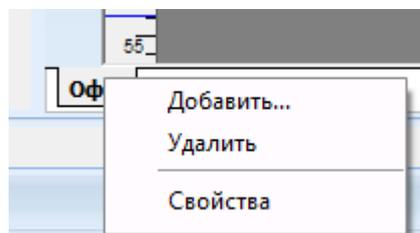

Рисунок 6.3 – Панель переключения между планами помещений
- 3) Панель переключения между планами помещений. На данной панели располагается список всех планов в виде закладок. При помощи этих закладок можно перейти на нужное помещение. Также на этой панели, при помощи контекстного меню можно выполнять следующие действия с помещениями (рисунок 6.3): добавить, удалить, редактировать свойства.